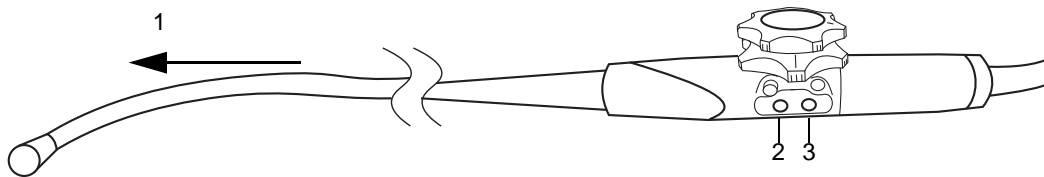

図 2-7 スキャン面回転制御ボタン
スキャン面の回転はプローブハンドル内に内蔵されているモーターによって駆動され、ハンドル上のアングルブレーキの下に装備されている白色のボタンで制御します(図 2-7を参照)。
- 3 ハンドルに装備されているスキャン面回転ボタンを押して、スキャン面を0°から180°まで回転させ、次に180°から0°まで逆方向に回転させます。2-11 ページの図2-7を参照してください。